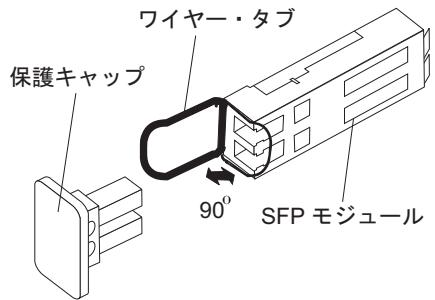

図 16. SFP モジュールのホスト・ポートへの取り付け
4. 所定の位置に確実に収まるまで、SFP モジュールをホスト・ポートに挿入します。図 16を参照してください。